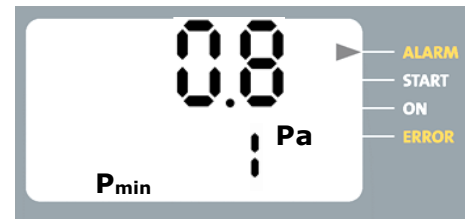

Abb. 15: Alarmzustand mit manuellem Reset
**Wenn nach 3-maligem automatischem Reset innerhalb von 24 h erneut ein Alarm ausgelöst wird, erfolgt ein Alarm, der manuell quittiert werden muß. Der Pfeil steht dann fix bei Alarm, siehe Abb. 15.**